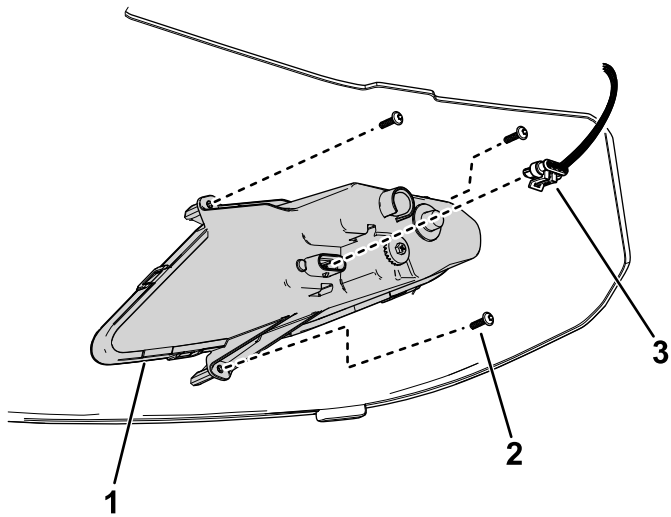

Figura 41
3. Deconectați conectorul fascicului de cabluri de la conectorul farului (Figura 41).
6. Conectați conectorul fascicului de cabluri la conectorul farului (Figura 41).